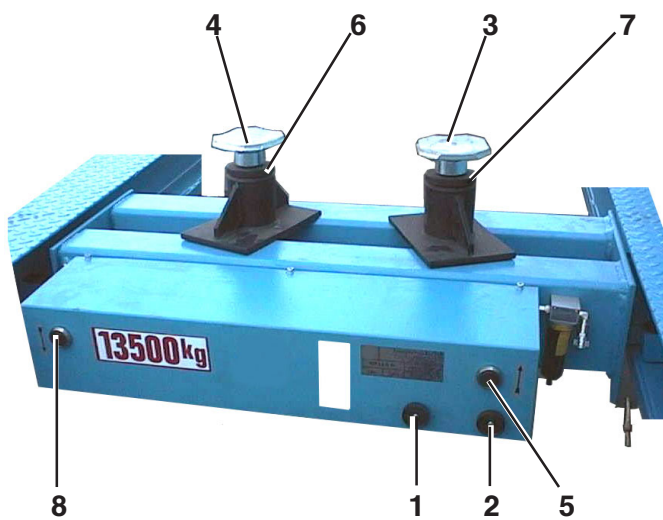
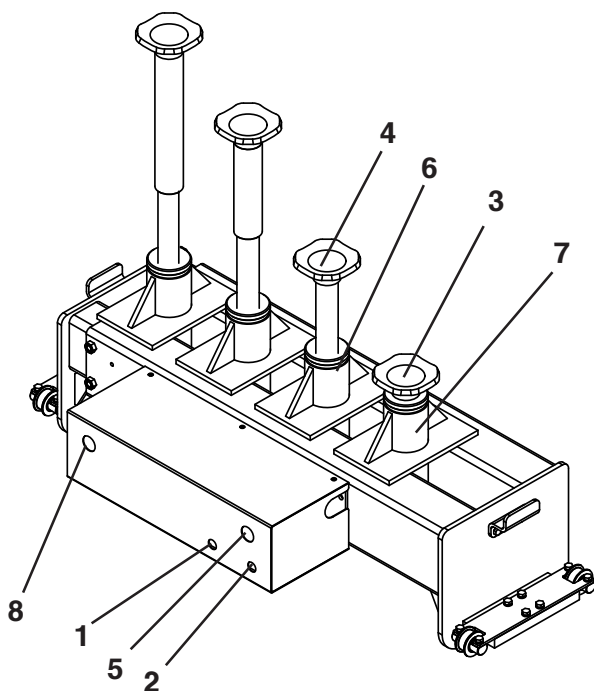

Fig.8A
Fig.8B
4.2.2 Comandi KP118P-KP118NP Fig.8A e KP118PY Fig.8B
Con riferimento alla Fig.8A e Fig.8B
4.2.2 Controls KP118P-KP118NP Fig.8A and KP118PY Fig.8B
See Fig.8A and 8B:
4.2.2 Steuerungen KP118P-KP118NP Abb.8A KP118PY Abb.8B
Unter Bezugnahme auf Abb.8A - Abb.8B:
4.2.2 Commandes KP118P-KP118NP Fig.8A et KP118PY Fig.8B
Se référer à la Fig.8A - Fig.8B:
4.2.2 Mandos KP118P-KP118NP Fig.8A y KP118PY Fig.8B
Referencia Fig.8A - Fig.8B: